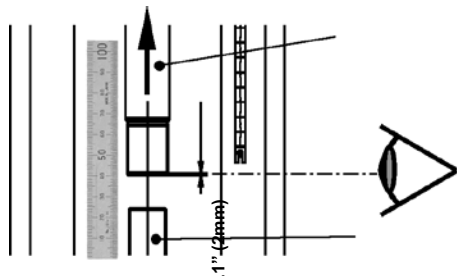

图 11
2. 连接手动加载仪表板导管和顶板 (17)。
4. 重新将手动加载仪表板导管从顶板 (17) 连接至轭架 (1) (该装置已并入底板连接)。
5. 利用气动方式或手轮将执行器杆缩回大约 0.1 英寸 (2 mm) (见图 11 所示的可视行程刻度)。
4. 利用气动方式或手轮将执行器杆缩回大约 0.1 英寸 (2 mm) (见图 11 所示的可视行程刻度)。
5. 组装拼合夹具 (22)。
2. 连接手动加载仪表板导管和轭架 (1) (该装置已并入底板连接)。
3. 利用气动方式或手轮将执行器杆缩回大约 0.1 英寸 (2 mm) (见图 11 所示的可视行程刻度)。
4. 组装拼合夹具 (22)。